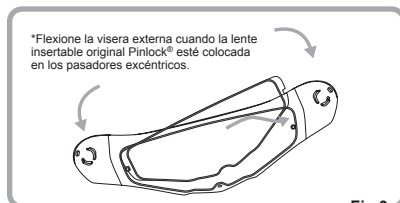

Fig.3
2. Flexione la visera externa con cuidado hasta que quede plana. A continuación, presione el otro lado de la lente insertable original Pinlock® en los pasadores excéntricos y deje que la visera externa recupere de nuevo su curvatura original. Compruebe que la lente insertable original Pinlock® está bien colocada dentro de la armadura (Fig. 3, 4 y 5). (Continúe con el paso 3 en la página siguiente)